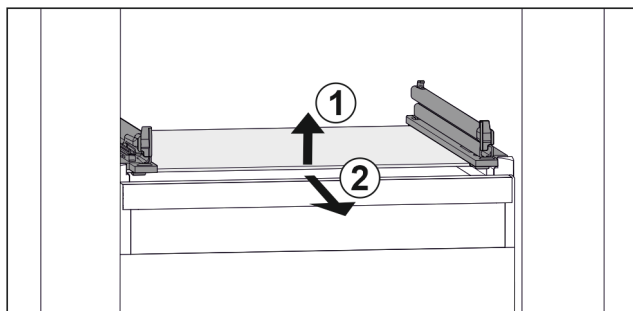

Fig. 37 玻璃隔板例图
- 抬起玻璃隔板前部。 Fig. 37 (1)
- 向前取出玻璃隔板。 Fig. 37 (2)